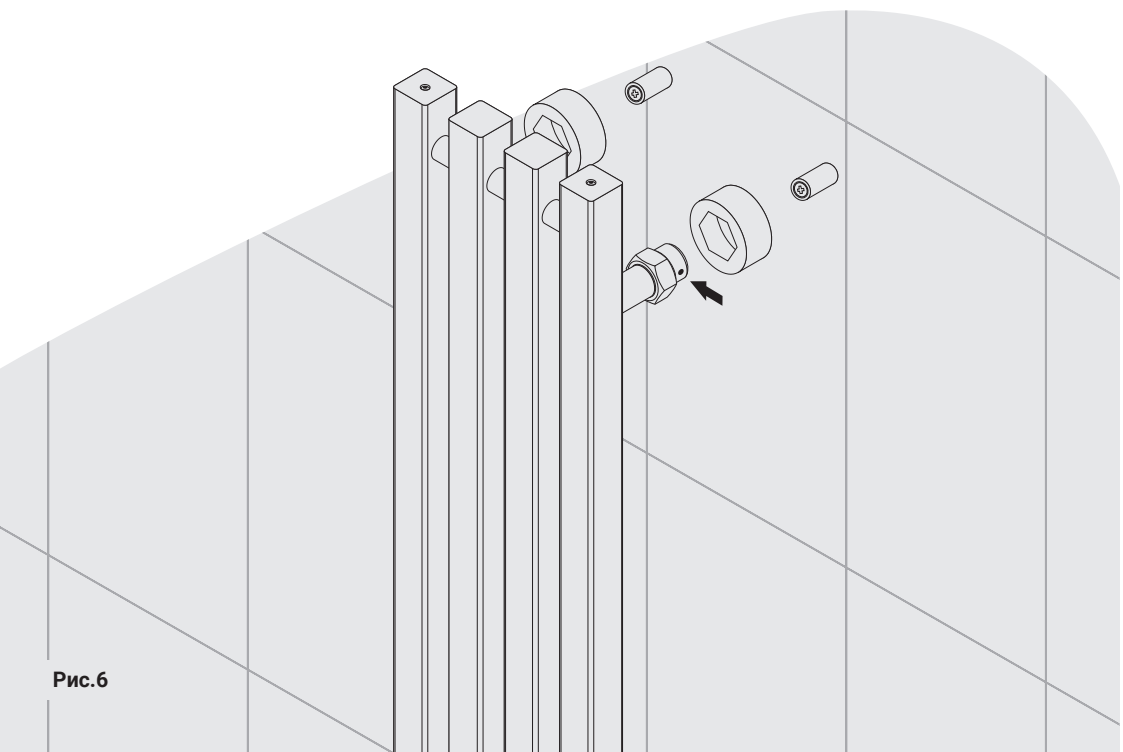

Рис.6
6.9. Одновременно с подключением водяной части установите полотенцесушитель на опоры, используя декоративные отражатели (**рис. 6**).
6.10. Отрегулируйте расстояние от стены и зафиксируйте стопорные винты, расположенные в корпусе вставок 3/4" при помощи шестигранного ключа №2,5 (**рис. 6**).